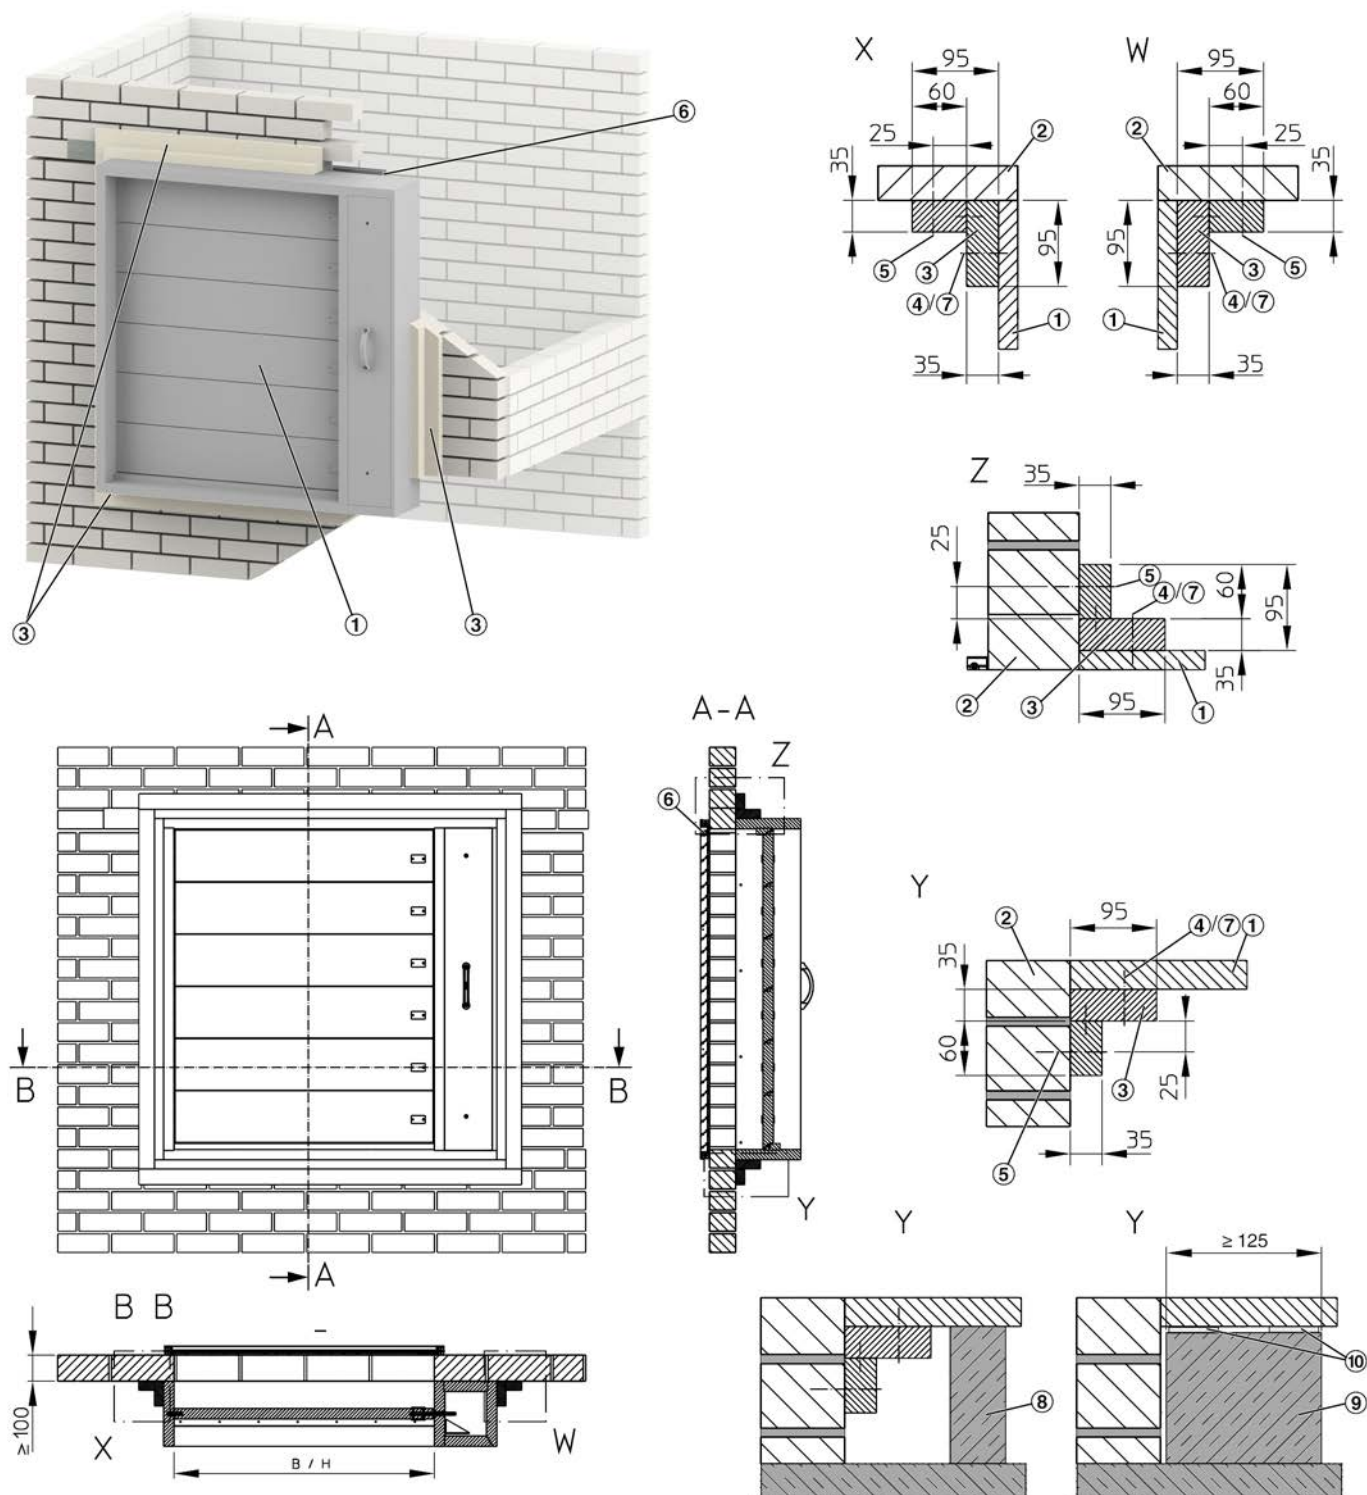

Fig. 23: Tørr mørtelfri montasje på massiv yttervegg eller massiv sjaktvegg
2. ▶ Bruk to platebiter av brannklassifisert plate til å lage en vinkelseksjon (Fig. 23 /3), fest så vinkelseksjonen til undersiden av røykkontrollspjeldet.
2. ▶ Fest pakningstapen for høy temperatur (Fig. 23 /10) og den ekspanderende pakningen (Fig. 23 /9) til spjeldsargen, samtidig som den korresponderende montasjeposisjonen for spjeldet observeres..
3. ▶ Bruk to platebiter av brannklassifisert plate til å lage en vinkelseksjon (Fig. 23 /3), fest så vinkelseksjonen til undersiden av røykkontrollspjeldet.